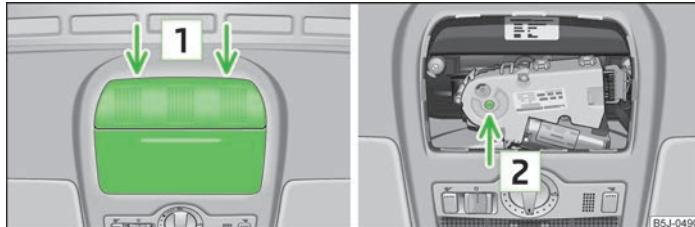

Fig. 21 Punto de apoyo del destornillador/orificio para apoyar la llave
- Insertar cuidadosamente un destornillador de unos 5 mm de anchura en la ranura, en los puntos indicados con flechas  » fig. 21.